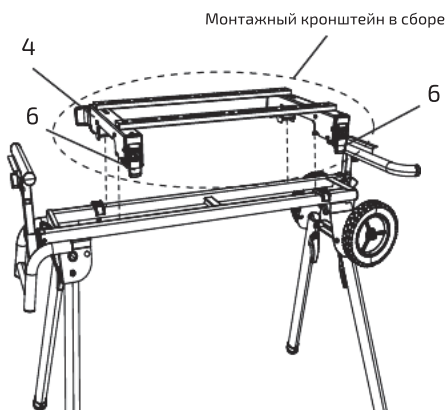

Рис. 11
4. Повторить шаги 2 и 3 для сборки другого вспомогательного монтажного кронштейна. На данном этапе не следует затягивать четыре болта (5) до упора.
5. Убедиться, что эксцентриковые защелки (6) монтажных кронштейнов пилы (4) находятся в незакрытом положении (рис. 11).
6. Опустить задний и передний края монтажных кронштейнов в сборе на заднюю и переднюю направляющую стойки. Передние крепежные зажимы монтажных кронштейнов пилы (4) должны плотно сидеть на переднем рельсе. Убедиться, что монтажные кронштейны пилы расположены под правильным углом по отношению к переднему и заднему рельсу (см. рис. 11).
7. Зафиксировать монтажные кронштейны в сборе в положении, надавив на две эксцентриковые защелки (б) (см. рис. 11).